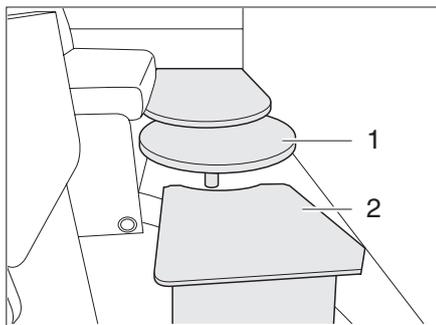

Fig. 43 Rallonge de lit (lit supplémentaire)
- ▶ Mettre la rallonge de lit (Fig. 43,2) pour le lit supplémentaire sur la rallonge de table (Fig. 43,1).